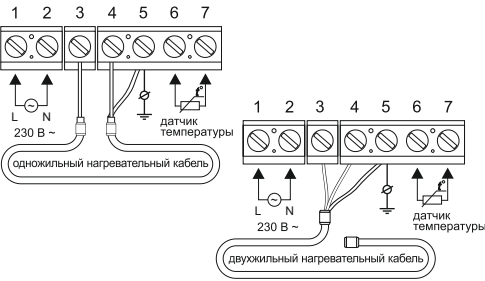

Рис. 3
- Проведите соответствующие соединения, согласно схеме включения (рис.3)